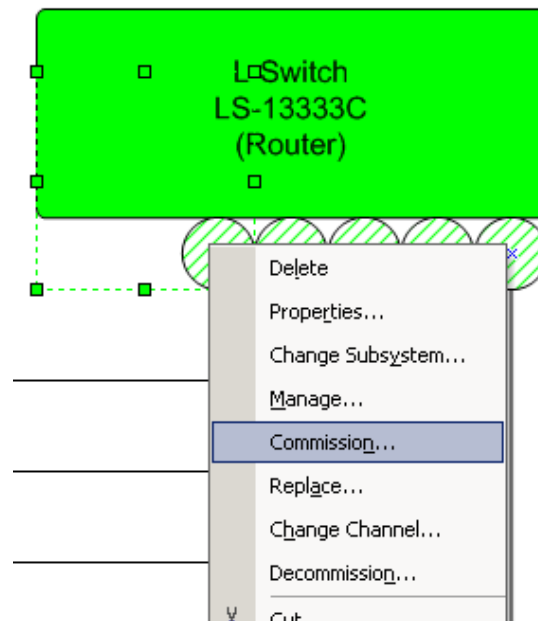

Abbildung 4: Kommissionieren eines L-Switch Ports
5. Zuletzt müssen alle Ports des L-Switch kommissioniert werden (im Betriebsmodus „Smart Switch“ sind die folgenden Schritte optional). Klicken Sie dazu mit der Rechten Maustaste auf die grün schraffierten Kreise auf der Unterseite des L-Switch Shapes und wählen Sie „Commission“ aus dem erscheinenden Kontextmenü (siehe Abbildung 4). Kommissionieren Sie zuerst den dem Netzwerkinterface nächstgelegenen Router, um Zugriff auf die anderen Router über das interne TP-1250 Backbone zu erlangen (in unserem Beispiel ist dies der Port, der mit Channel 1 verbunden ist). Hinweis: Ihr LonMaker muss sich im Modus „Onnet“ befinden, damit Sie Geräte kommissionieren können.